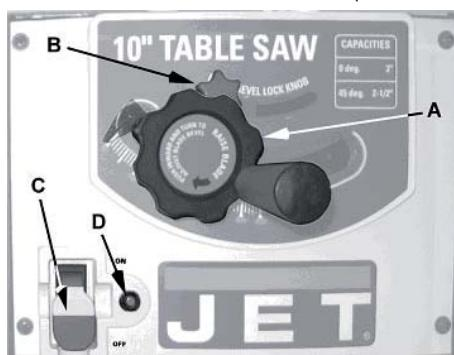

Рис. 24
- Расположен на передней панели основной конструкции станка (С, Рис. 24).
## Защита от перегрузок (рис. 24)